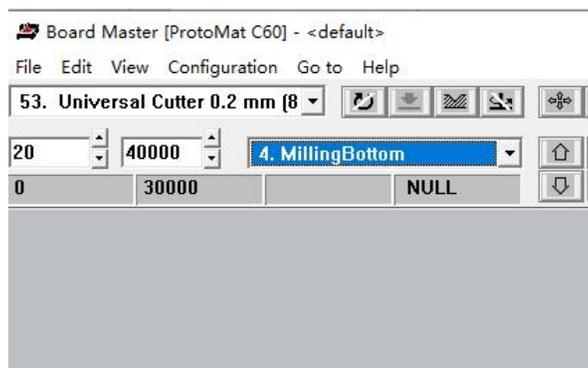

图5-40 选择“4.MillingBottom”
6) 刻底面线路，选择“4.MillingBottom”进行加工，如图5-40所示。先选取铣刀，选择“Universal Cutter 0.2 mm”选项，然后在PCB外面（板框外）试刻以调整铣刀深度。深度调好后便开始刻线路。